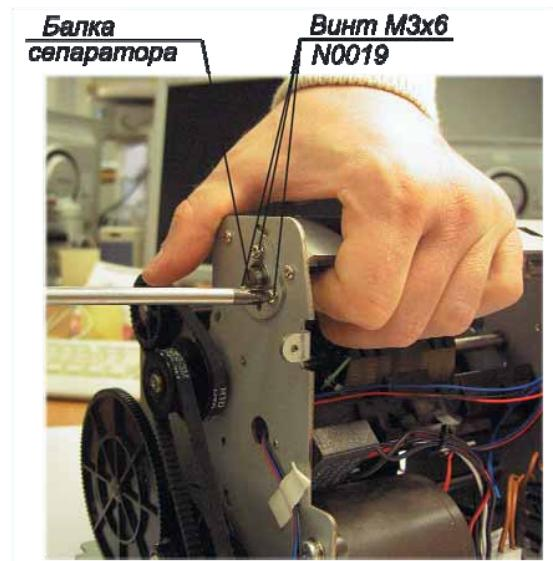

Рис. 11
2. Поднимите балку сепаратора вверх до упора (рис.11).
3. Не опуская балку зафиксируйте ее тремя винтами M3x6 N0019 (рис. 11).